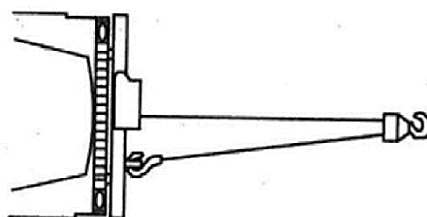

Рисунок 7.
3. При работе с тяжелыми грузами используйте полиспасть (рисунок 7) для того, чтобы сократить нагрузку на трос, лебедку и аккумулятор. Тяга в две линии также сокращает скорость намотки лебедки. Убедитесь, что все используемое оборудование соответствует максимальному значению натяжения троса лебедки. Полиспасть должны быть рассчитаны как минимум в два раза больше степени натяжения троса лебедки.